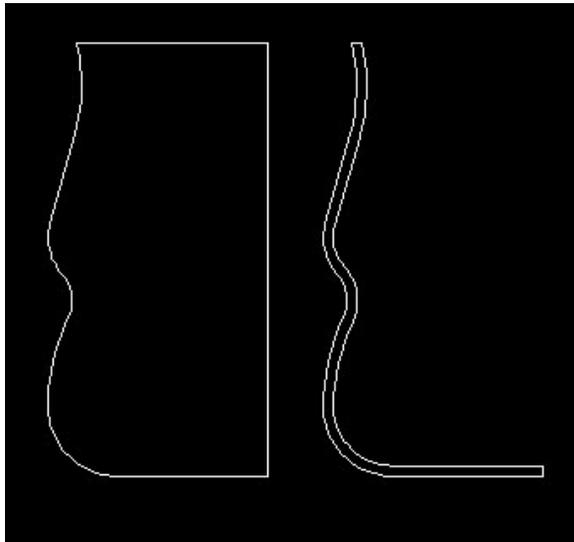

Fig.18.34
- 4] Donnez une épaisseur de 2mm au verre à l'aide de la fonction **Décaler** (Offset) (fig.18.34).